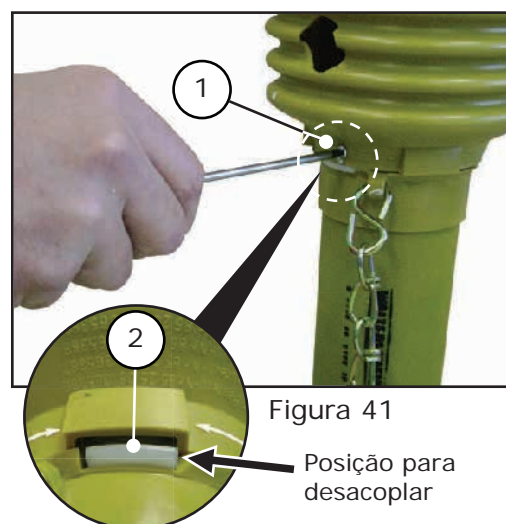

Figura 41
- a) Retire o parafuso (1), gire a capa sanfonada até alinhar a cavidade existente na mesma com o trava (2), ver figura 41.